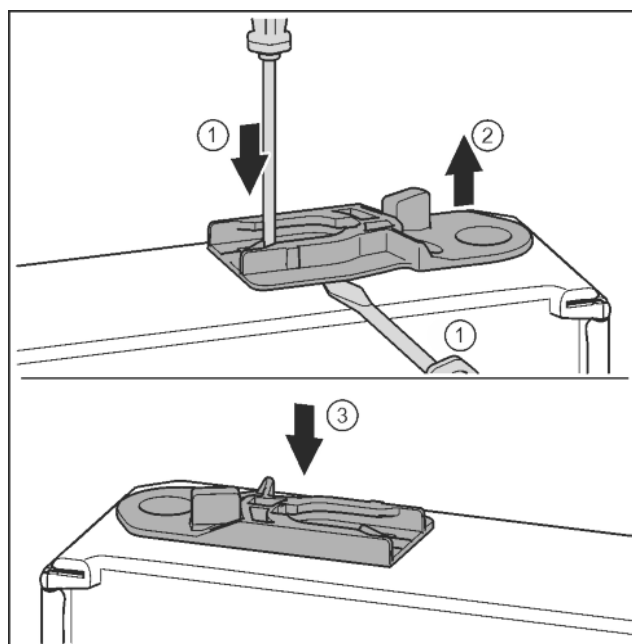

Fig. 30
- ▶ Извлечь направляющее гнездо: нажать накладку шлицевой отверткой и одновременно переместить ее шлицевой отверткой под направляющее гнездо. Fig. 30 (1, 2)
- ▶ Прилагаемое при поставке направляющее гнездо вставить на другой стороне корпуса. Fig. 30 (3)